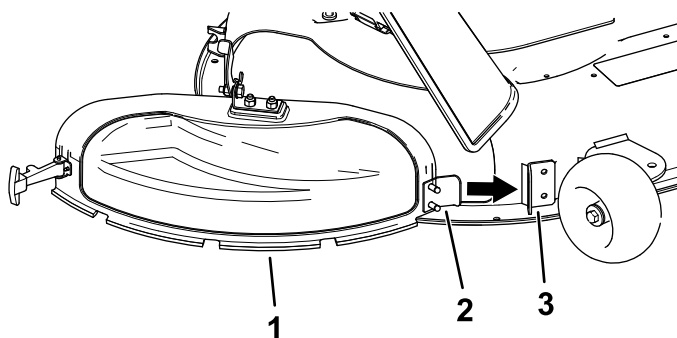

Figura 14
3. Înclinați proeminența metalică de pe capacul de evacuare în fanta din suportul sudat de pe puntea mainii de tuns iarba (Figura 14).